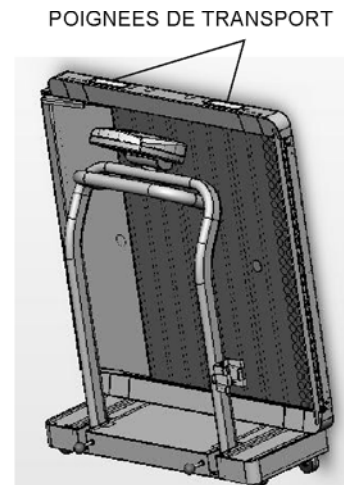

Figure 4b
1. Mettez tout d'abord la balance en position pliée verticale, reposant sur ses roues comme l'indique la Figure 4b.